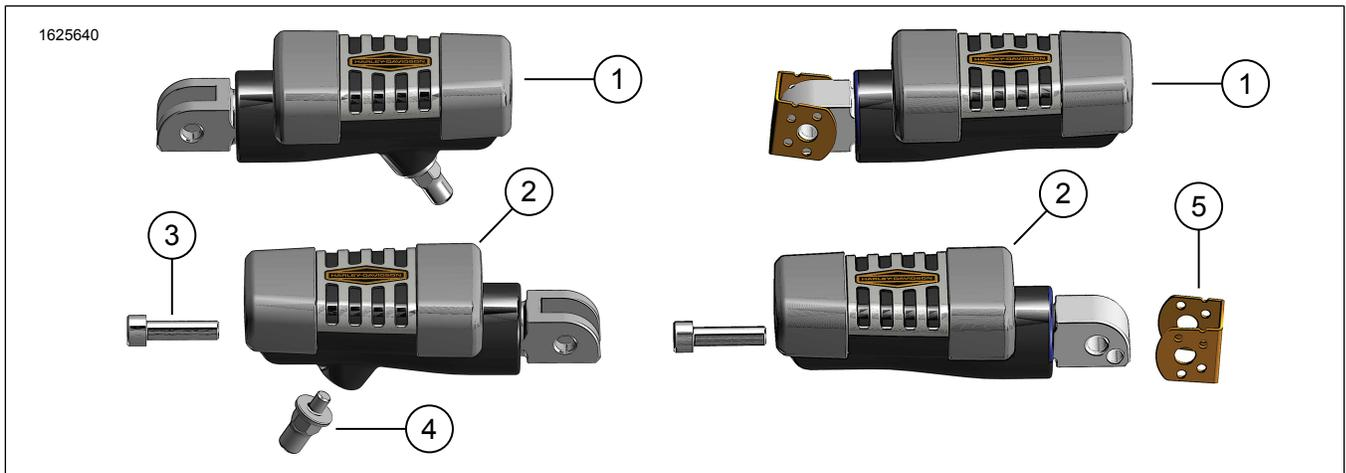

Figure 1. Contenu du kit : Repose-pieds - Pilote et passager
- Alignez la patte longue du ressort de torsion (1) avec le trou du support du repose-pied et insérez-la.
- Insérez la goupille (4) dans la chape, le repose-pied (3) et le ressort (1).
- Installez l'attache de retenue (2).
- Figure 1 Serrez la vis de réglage (3).
- Faire glisser la plaque crantée (6) sur la chape d'appui-pieds.
- Aligner la plaque crantée (6) et l'appui-pieds (2) sur le support d'appui-pied du véhicule.
- Installez la goupille (1) et l'agrafe de maintien (5).
- En cas de contact avec l'échappement Screamin Eagle ou si l'appui-pied atteint sa position de verrouillage trop rapidement, retirer et retourner la plaque crantée (6).
1. Figure 1 Retirez l'embout anti-usure (4) existant du repose-pied.
2. Appliquez deux ou trois gouttes d'adhésif frein filet sur la cheville d'usure (4).